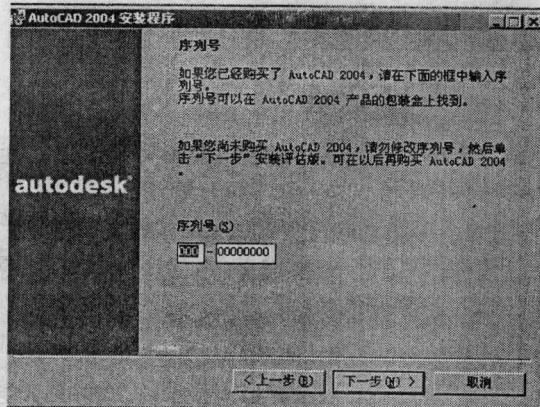

图 1-3 软件序列号对话框
- ⑦ 单击“下一步”按钮，弹出 Serial Number 对话框。该对话框要求用户输入软件序列号。如图 1-3 所示。